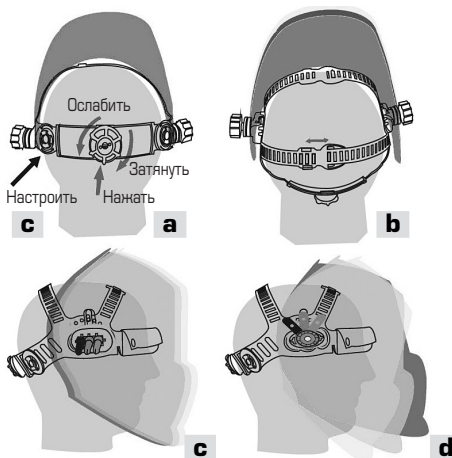

Рис. 1 Настройка удобства работы
a) Наденьте маску на голову. Нажмите регулируемую ручку вниз (в заднем положении головы), одновременно вращая ее против часовой стрелки, чтобы увеличить длину окружности обруча, или по часовой стрелке, чтобы уменьшить длину окружности головного обруча (см. рис. 1а).
b) Настройте оптимальную глубину маски (см. рис. 1б).
c) Настройте расстояние между маской и лицом (см. рис. 1с).
b) Настройте положение ограничения угла на маске (см. рис. 1д).
e) Настройте угол обзора (см. рис. 1а).